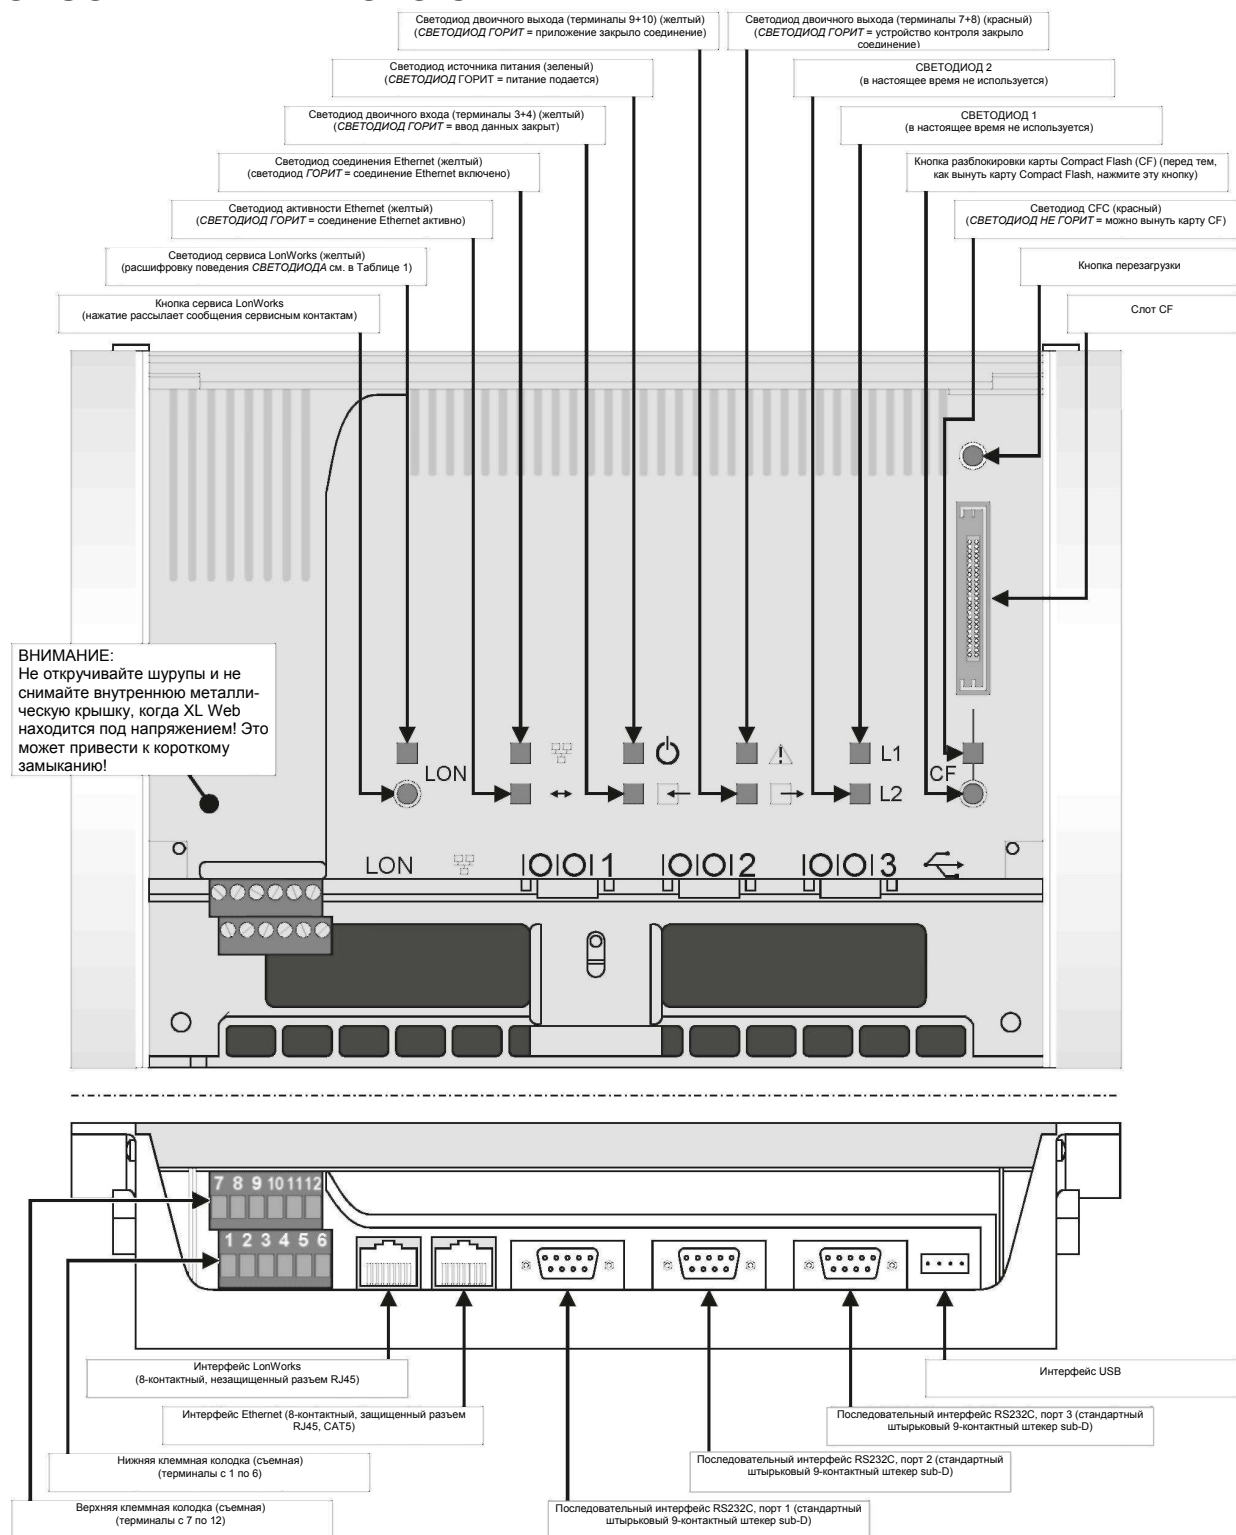
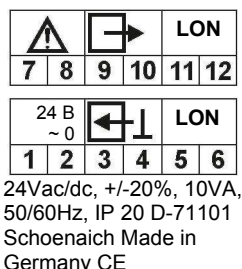

Рис. 1. Аппаратное обеспечение (вид сверху и спереди)
Рис. 2. Наклейка распределения клемм
На Excel Web имеются два ряда съемных клеммных колодок (расположенных на передней панели слева; см. Рис. 1 на странице 2), предназначенных для подключения кабелей к двум двоичным выходам и двоичному входу, а также для подключения LONWORKS и источника питания. Расположенная рядом наклейка содержит обзорную информацию по распределению клемм (см. Рис. 2).
- с помощью клемм 5+6 и 11+12 (см. Рис. 1 на странице 2); и/или
Контроллер Excel Web снабжен светодиодом и кнопкой сервиса LonWorks, помеченными как "LON" (см. также Рис. 1 на странице 2). Они используются для отладки контроллера Excel Web и устранения неполадок.
Контроллер Excel Web снабжен двумя светодиодами Ethernet (см. также Рис. 1 на странице 2).